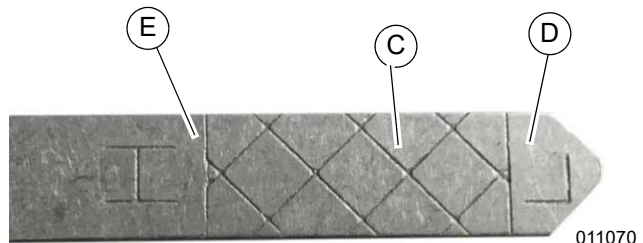

Figure 4-3. Bouchon-jauge d'huile
10. Voir Figure 4-3. Continuer de verser quelques onces ou décilitres à la fois et vérifier le bouchon-jauge d'huile jusqu'à ce que le niveau d'huile soit dans la zone hachurée (C) entre le bas de la jauge (D) et le repère H(aut) (E). **Ne pas trop remplir.**